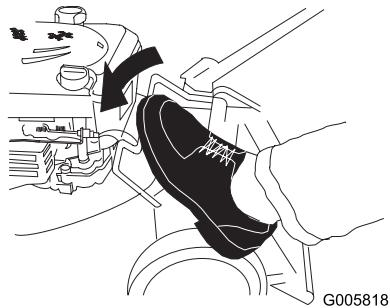

Bild 22
- Treten Sie auf den Grifflösebügel (Bild 22).